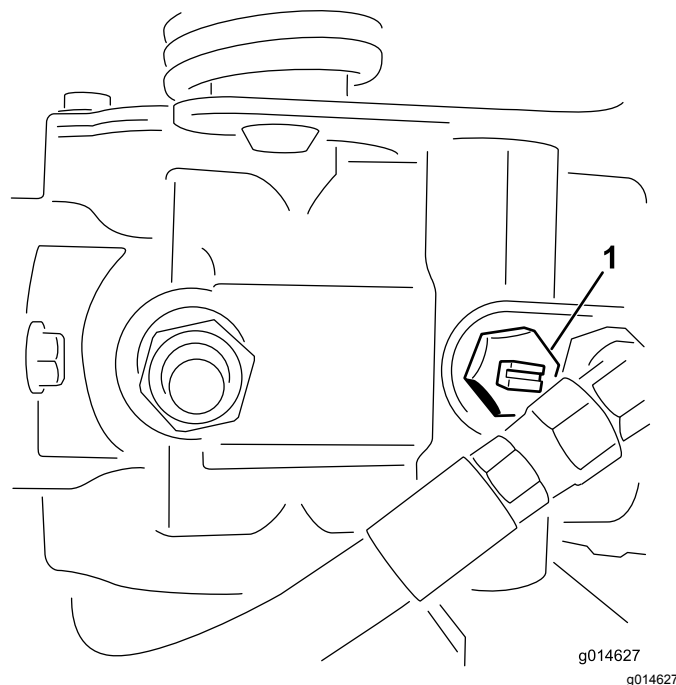

Figura 23
1. Localize a válvula de derivação na bomba e rode-a de forma a que a ranhura fique na vertical (Figura 23).
2. Antes de ligar o motor, feche a válvula de derivação rodando-a de forma a que a ranhura fique na horizontal (Figura 23). Não ligue o motor quando a válvula se encontrar aberta.